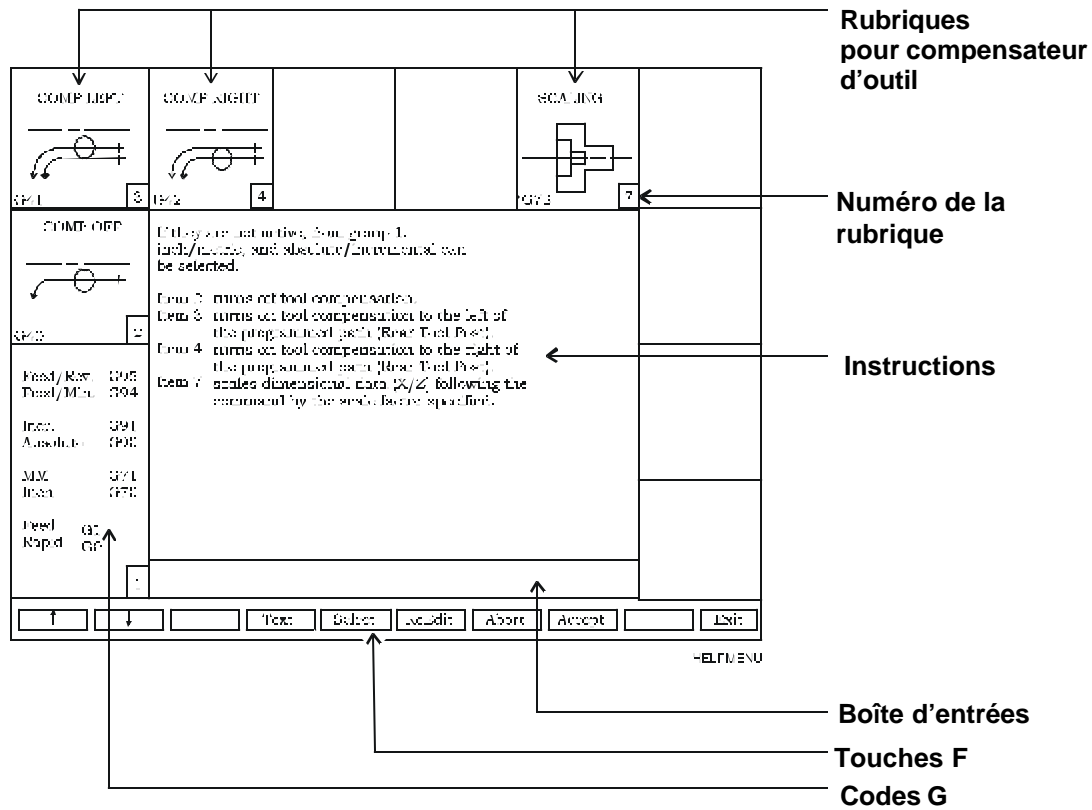

Figure 7-3, Menu Echantillon d'aide de fonction
2. Mettre **2** en Surbrillance (compensation). Appuyer sur ENTREE. Le menu d'aide de fonction à la compensation. Se reporter à la **Figure 7-3, Menu d'aide de fonction échantillon**.
Sélectionner une fonction à partir du menu d'aide à l'édition afin de pouvoir programmer ses paramètres. (Se reporter à la **Figure 7-3, Menu échantillon d'aide de fonction**). Les menus d'aide de fonction sont disponibles pour les genres de mouvements décrits dans le **Tableau 7-6, Menus d'aide** .